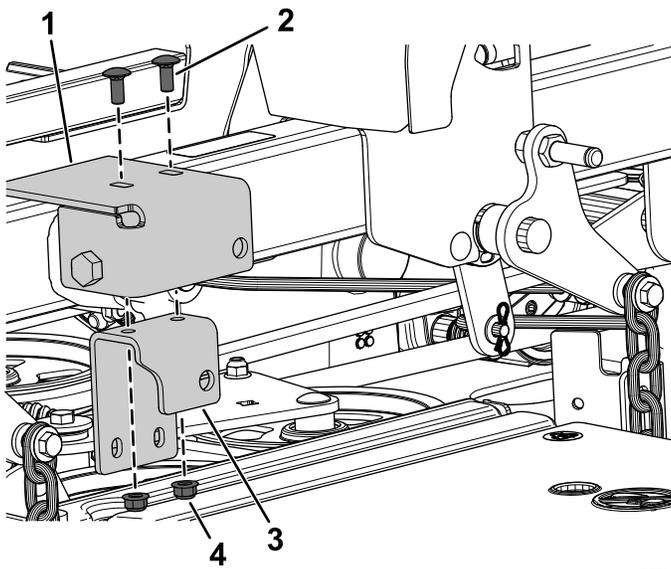

Figura 11
3. Sujete provisionalmente el soporte interior del actuador al soporte exterior del actuador con 2 pernos de cuello cuadrado (5/16" x 3/4") y 2 contratuercas (5/16"), como se muestra en la Figura 11.